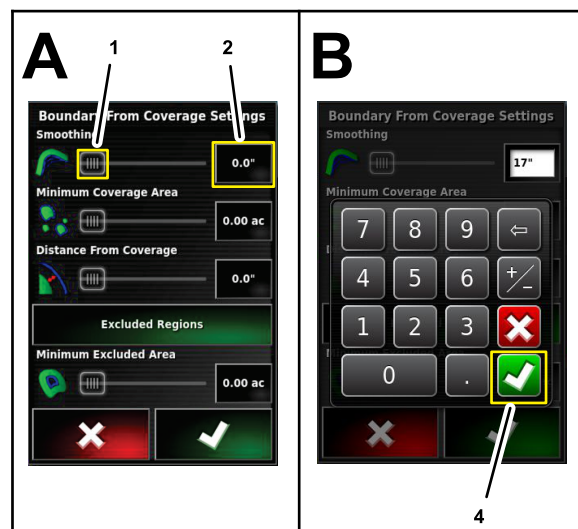

Figura 52
3. Pressione o ícone numérico da configuração Regularização (Figura 52). Use o teclado virtual para digitar um valor e pressione o ícone Confirmar.